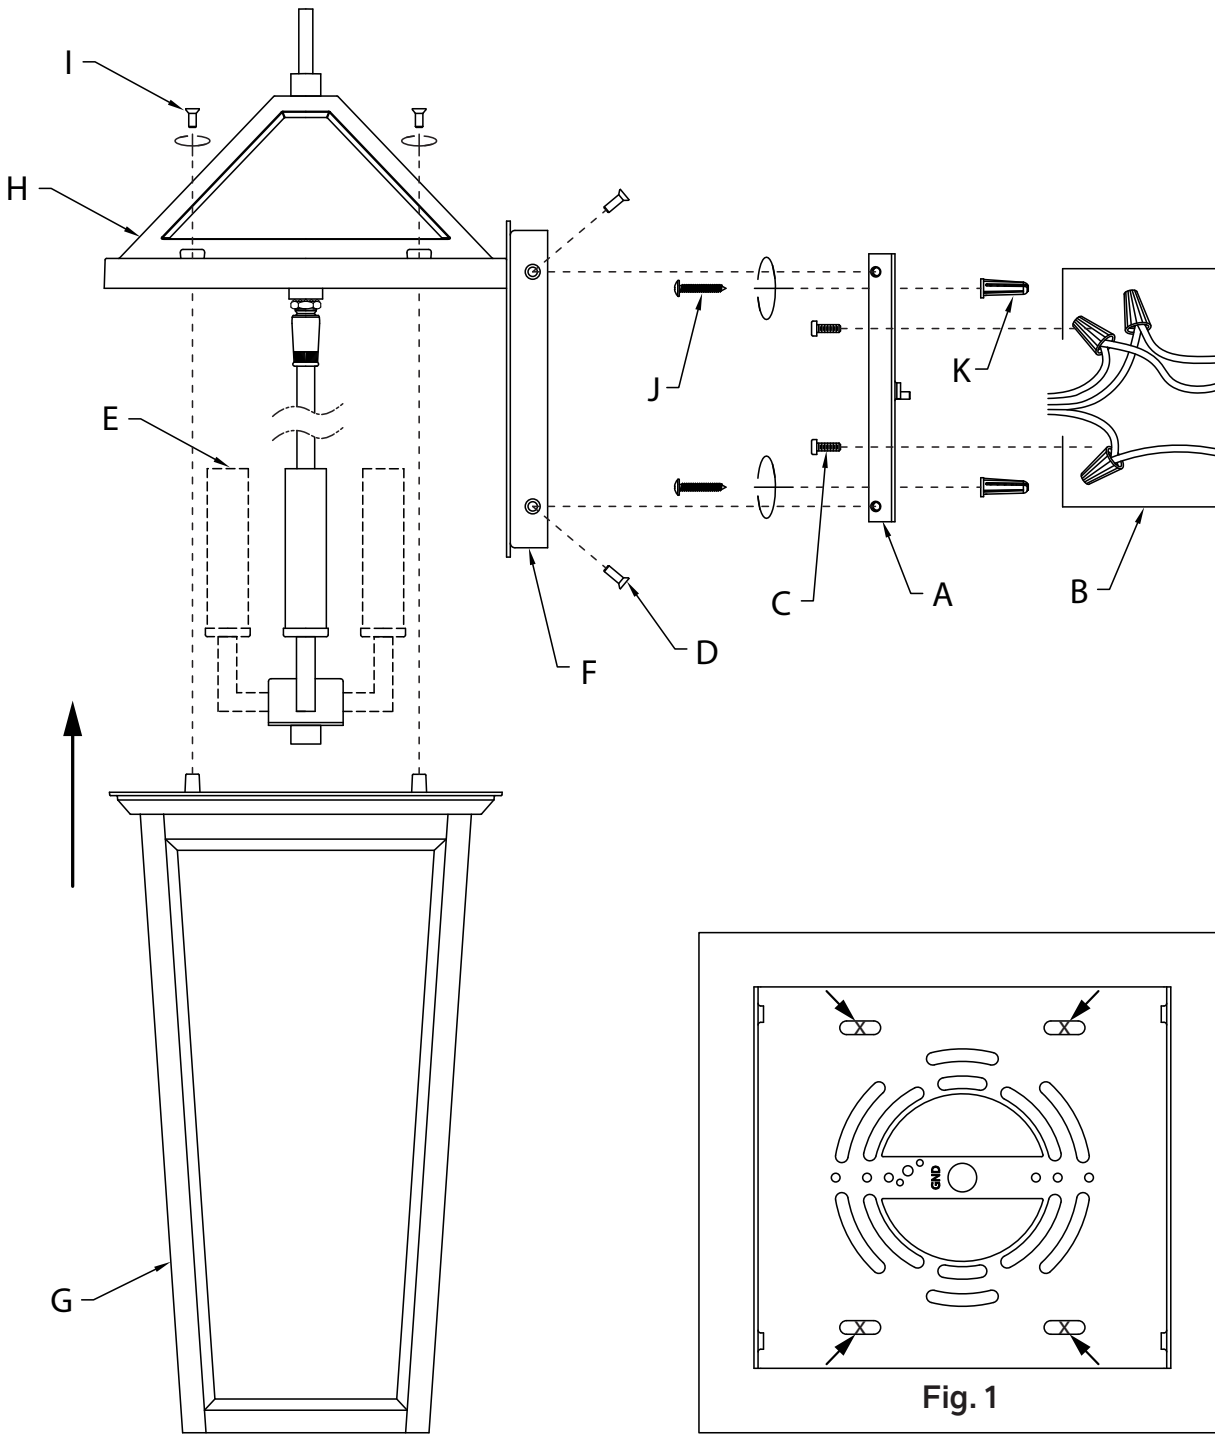

Fig. 1
- Using the mounting strap as a template, mark the center of the four (4) outer slots as shown (Fig. 1):
- Secure mounting strap to wall anchors with four (4) wall anchor screws [J].
- À l'aide de la bride de montage comme gabarit, marquer le centre des quatre (4) encoches extérieures comme illustré (Fig. 1).
- Fixer la bride de montage aux ancrages muraux avec les quatre (4) vis des ancrages muraux [J].
- Utilizando la abrazadera de montaje como plantilla, marque el centro de las cuatro (4) ranuras exteriores como se muestra (Fig. 1).
- Fije la abrazadera de montaje a los anclajes de pared con cuatro (4) tornillos de anclaje de pared **[J]**.